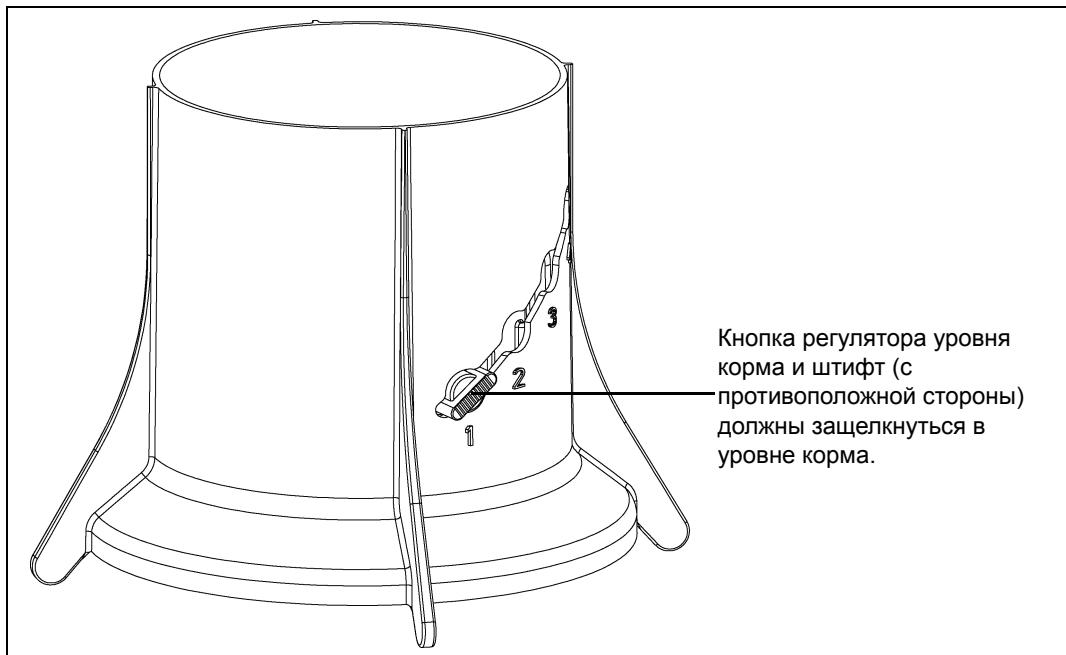

Рисунок 4Т
4. Надвиньте уровень корма на регулятор уровня корма так, чтобы кнопка регулятора защелкнулась в регулировочном отверстии уровня корма. (*см. рисунок 4Н.*)